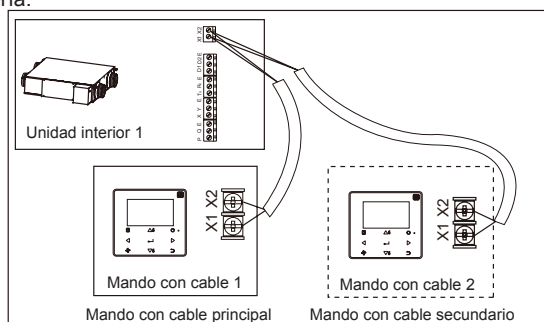

Fig. 4-4
- Utilice 1 mando con cable para controlar 1 unidad interior o 2 mandos con cable (uno principal y otro secundario) para controlar 1 unidad interior. (Consulte la Fig. 4-4)